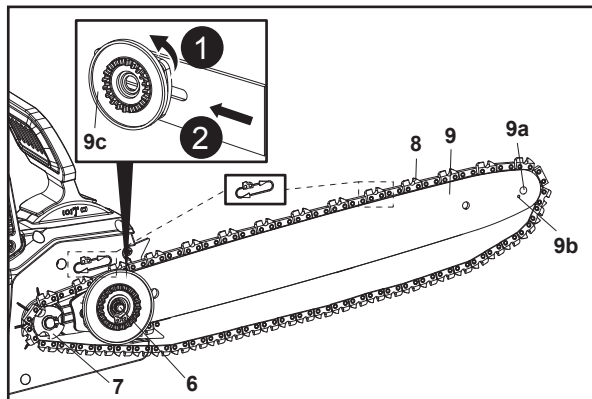

Fig. 3
5. Gire la rueda tensora (9c) hacia la izquierda para deslizarla a la izquierda, hasta el final de la ranura (Fig. 3, pasos 1, 2). Alinee el conjunto de cadena (8) y espada (9) con el engranaje de transmisión (7) y el perno de montaje (6). Coloque la cadena (8) alrededor del engranaje de transmisión (7) y, a continuación, baje la espada (9) para instalarla en el perno de montaje (6) (Fig. 3).